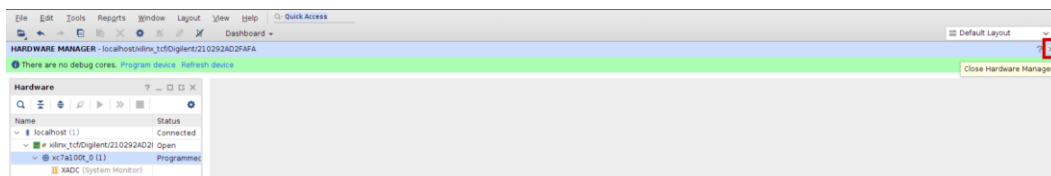

Figura 114. Feche o Hardware Manager
- h. Por fim, **feche o Hardware Manager** clicando no botão X no canto superior direito do painel *Hardware Manager* no Vivado (Figura 114), para que o Vivado liberte a placa.